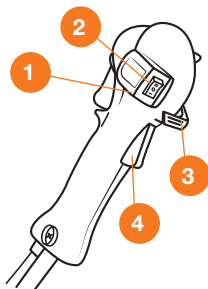

Рис. 12
- В процессе работы используйте запуск двигателя электростартером не снимая косу с ранцевого ремня, для этого используйте клавишу 2 (Рис. 12), переведите клавишу в положение (-) и удерживайте до запуска двигателя.